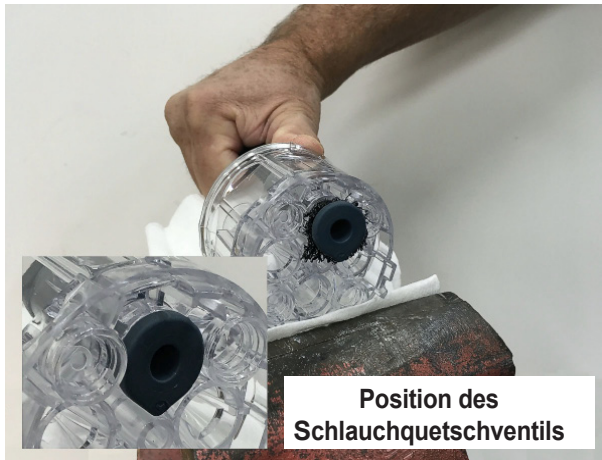

Abbildung 31 Einsetzschlauch durch Kammer ziehen
2. Siehe Abbildung 31. Das Ventil durch die Kammer ziehen und die Ausrichtung des Schlauchquetschventils im Gehäuse überprüfen.